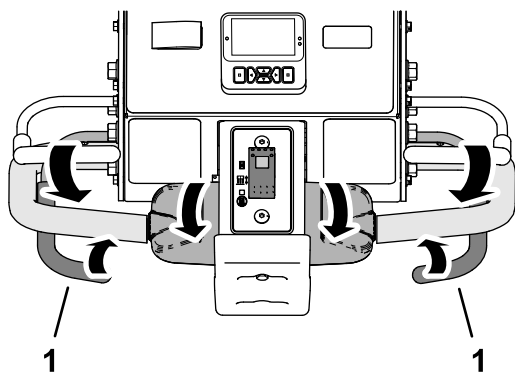

Figura 87
3. Închideți fie partea stângă, fie la dreapta a manetei de aerare (Figura 87).